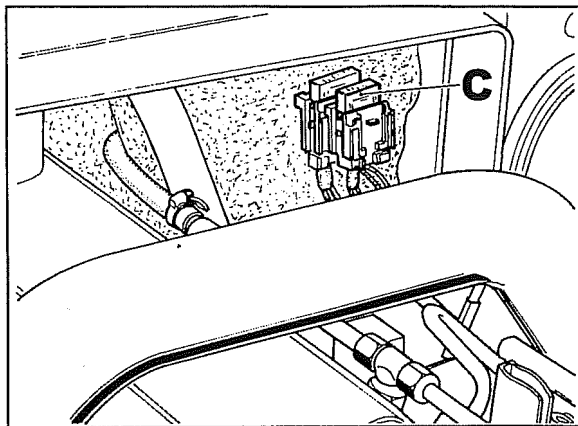

Abb. 3
- 1 Die Unversehrtheit der Sicherung **C** Abb. 3 prüfen, welche die Anlage der Front-Zapfwelle schützt.